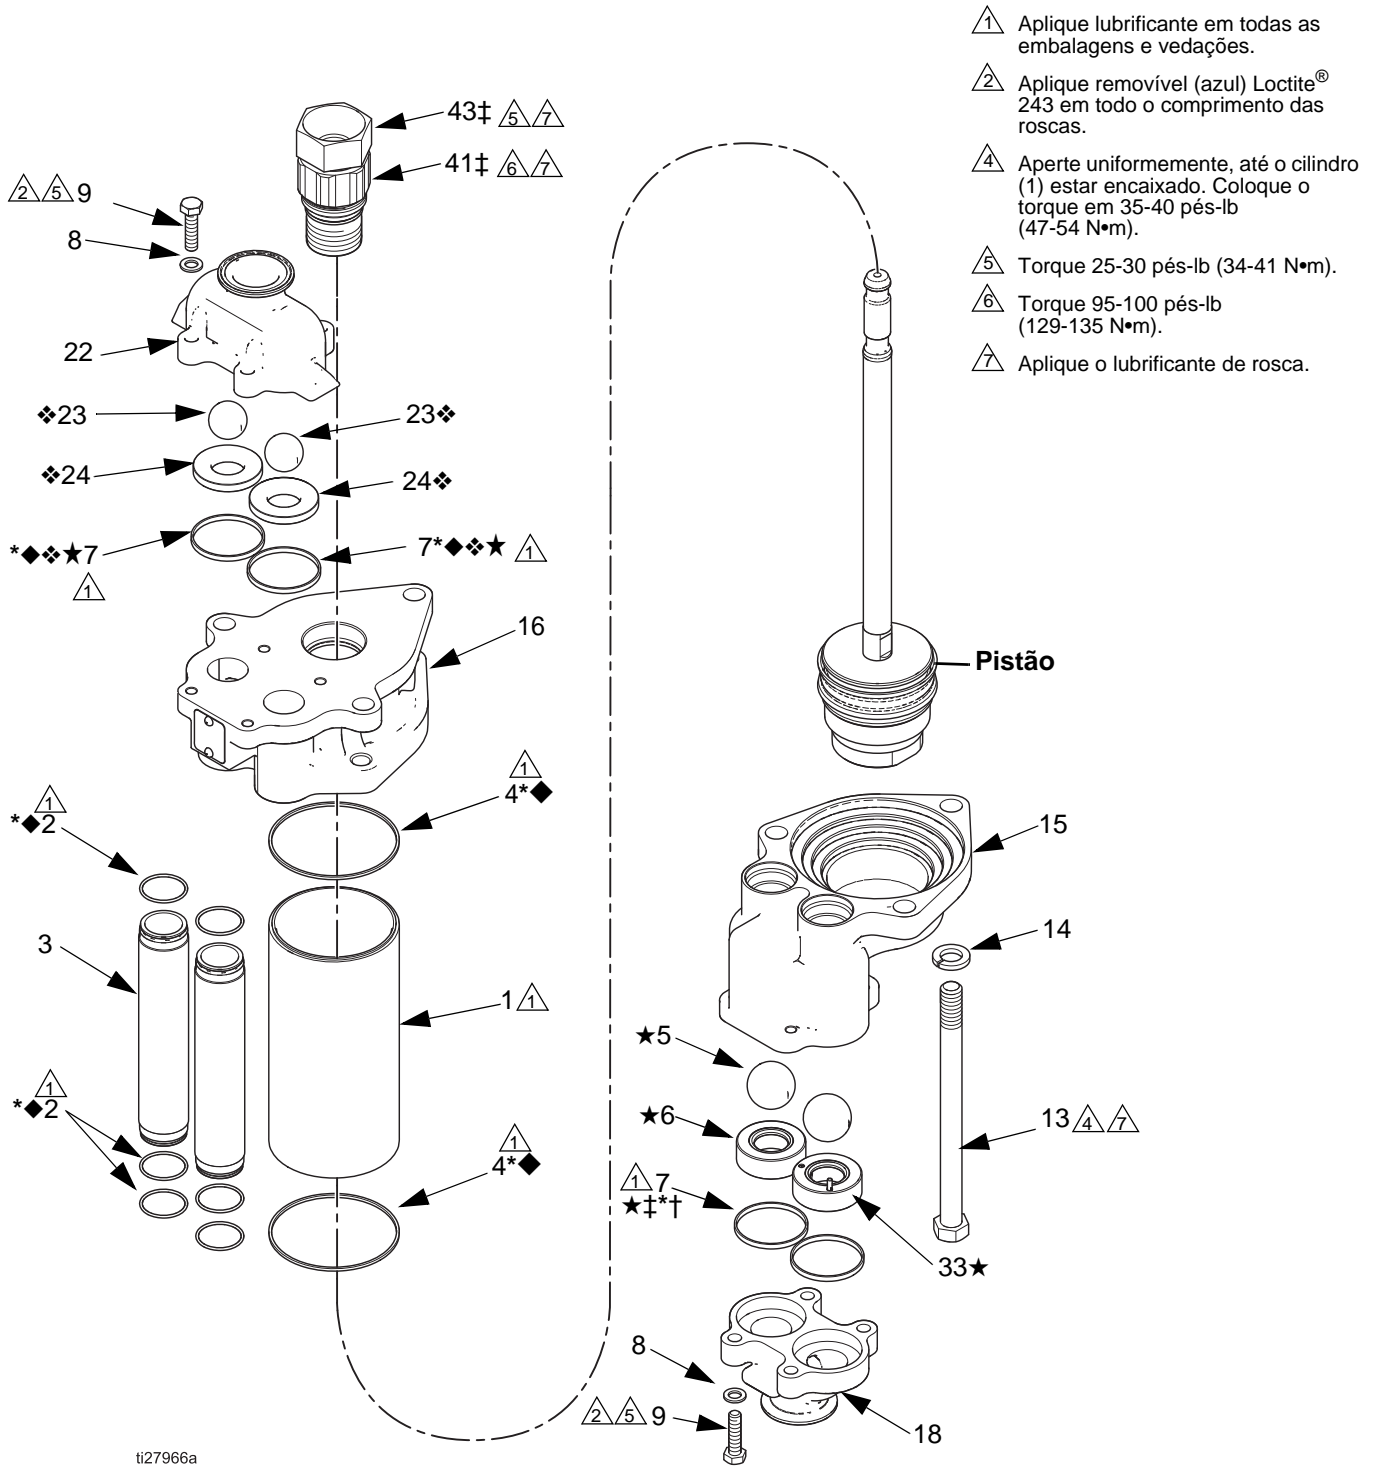

FIG. 5. Vista expandida da válvula
OBSERVAÇÃO: Consulte a FIG. 5, na página 9, para obter uma vista explodida das peças.
Consulte a FIG. 5, na página 9, para obter uma vista explodida das peças.
O encaixe de verificação de entrada que tem a válvula de descompressão (6 ★). FIG. 5 A válvula de descompressão reduz o risco de excesso de pressão na bomba. O encaixe não pode despressurizar, se estiver instalado no outro lado do compartimento de entrada de fluido (15).
4. Coloque o coletor de verificação de entrada (18) no compartimento de entrada de fluido (15). Aplique removível (azul) Loctite® 243 em todo o comprimento das roscas dos parafusos de tampa (9). Instale as arruelas (8) e os parafusos de tampa (9). Coloque o torque em 25–30 pés-lb (34–41 N•m). Consulte a FIG. 5.